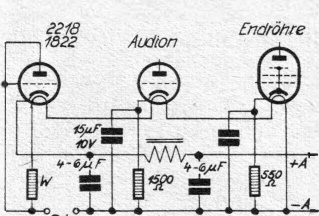

Abb. 2. Umschaltung unter Verwendung einer indirekt geheizten Endröhre als Gleichrichterröhre.
2. Beibehaltung des Heizstromkreises und Erzeugung des Anodengleichstromes durch eine indirekt geheizte Gleichstrom-Lautsprecheröhre (z. B. REN 1822, L 2218), die bei etwa 25 mA Belastung immerhin noch ca. 185 Volt Gleichstrom liefert. Der Heizstrom-Vorwiderstand ist in diesem Fall entsprechend (durch Messung leicht festzustellen) zu reduzieren. (Siehe Abbildung 2.)